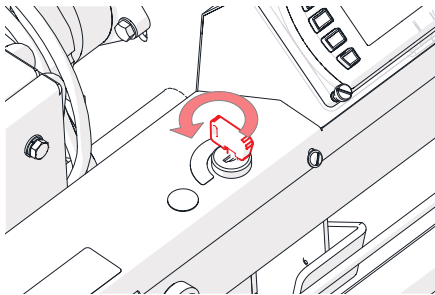

Abb. 13D - Schlüsselschalter auf Aus
4. Um die Maschine abzuschalten, drehen Sie den Schlüsselschalter auf „Aus“ (Abb. 13D) und ziehen den Schlüssel ab.